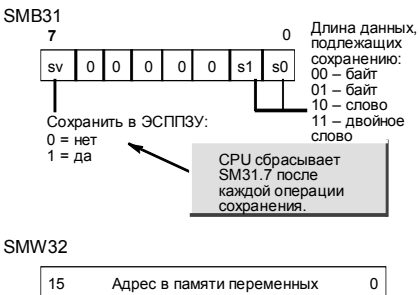

Рис. 4–16. SMB31 и SMW32
- 2. Загрузите длину данных в SM31.0 и SM31.1, как показано на рис. 4–16.